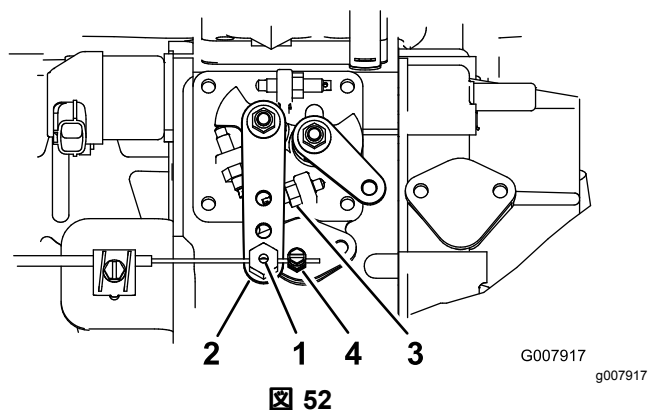

図 52
2. 燃料噴射ポンプのレバーの隣にあるスロットルケーブルのコネクタをゆるめる 図 52。
3. インジェクションポンプレバーのアームをハイアイドルストップに当てる 図 52。